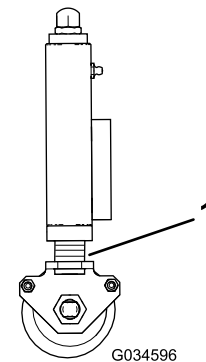

Bild 32
2. Stellen Sie sicher, dass alle Mähwerke auf dieselbe Schnitthöhe eingestellt sind, und achten Sie auf die Anzeigeringe (Bild 32).